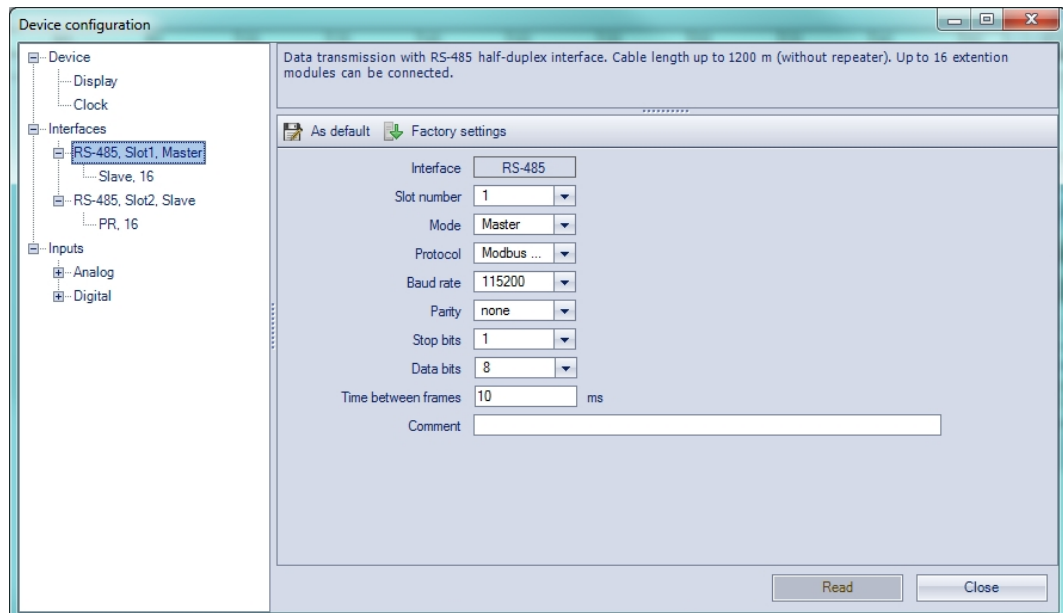
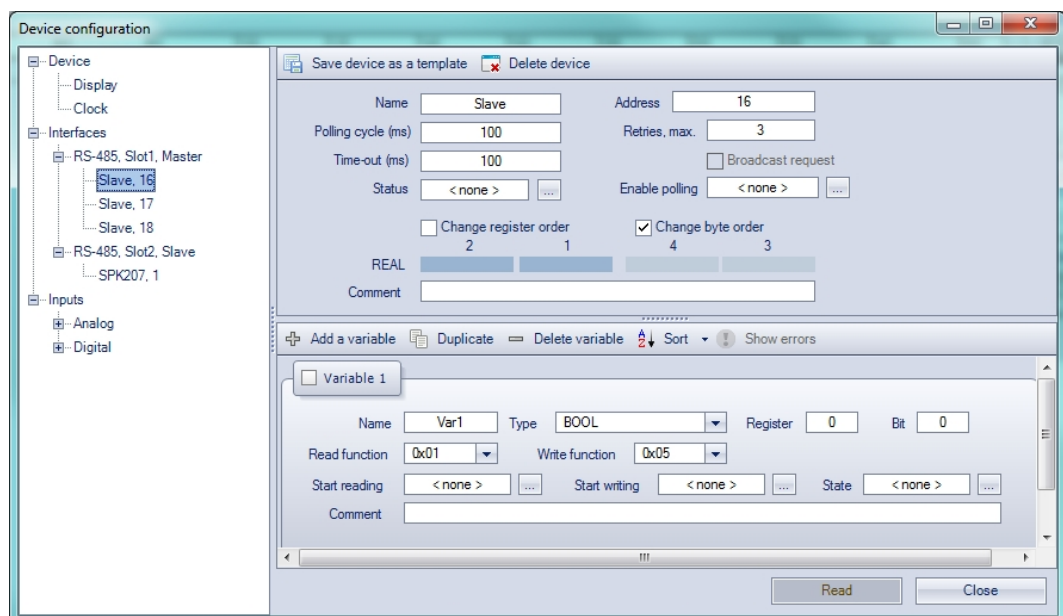

Fig. 4.5 Configuración del maestro en modo maestro
Fig. 4.6 Configuración del esclavo en modo maestro
Para agregar una interfaz haga click derecho sobre el nodo 'Interfaces' en el árbol de configuración y seleccione la opción 'Add interface' (Fig. 4.5). Configure la interfaz como maestro, luego haga click derecho para agregar un dispositivo esclavo (Fig 4.6).
- Tiempo entre tramas – El intervalo de tiempo que el maestro espera entre la última respuesta (o el tiempo de espera) y la siguiente solicitud (Fig. 4.5).
Para crear una variable a consultar haga click en el ícono '+' (ver Fig. 4.6).